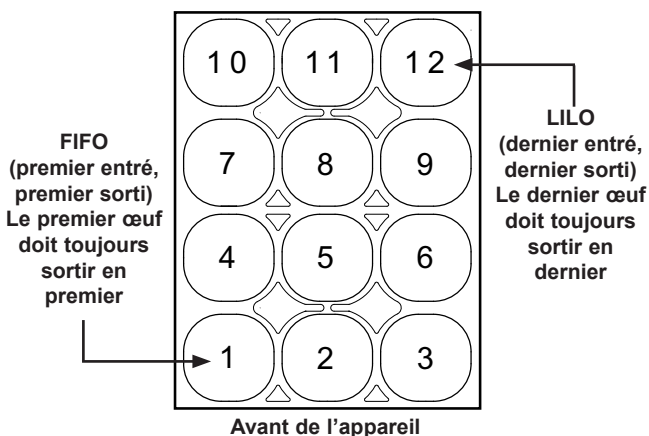

Figure 1. Procédure de cuisson des œufs
5. Cassez les œufs dans les anneaux à œufs de droite à gauche, comme indiqué à la figure 1 ci-dessous, en commençant par la rangée la plus proche de l'avant de l'appareil.
15. Soulevez complètement le support pour le dégager des œufs et retirez les œufs en commençant par le **PREMIER** œuf ajouté (le plus à droite de la première rangée d'anneaux - celle qui se trouve le plus près de l'avant de l'appareil) (Figure 1). Continuez à retirer les œufs selon l'ordre dans lequel vous les avez ajoutés, jusqu'à ce qu'il n'en reste plus.